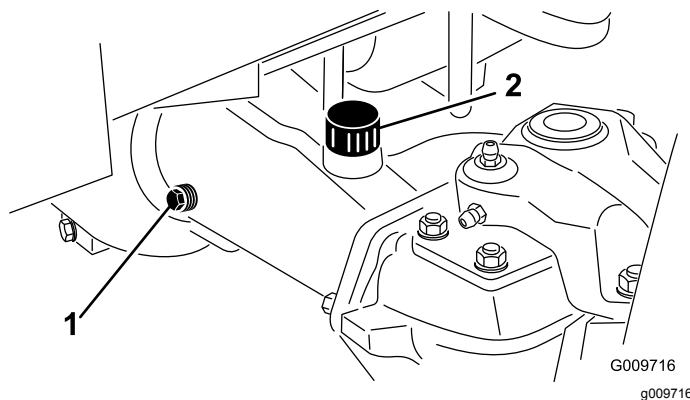

Figura 68
2. Retire o tampão de verificação que se encontra numa das extremidades do eixo (Figura 68) e certifique-se de que existe lubrificante até ao fundo do orifício.
3. Se o nível estiver baixo, retire o tampão de enchimento (Figura 68) e adicione lubrificante suficiente para o nível de lubrificante subir até ao fundo do orifício do tampão de verificação.